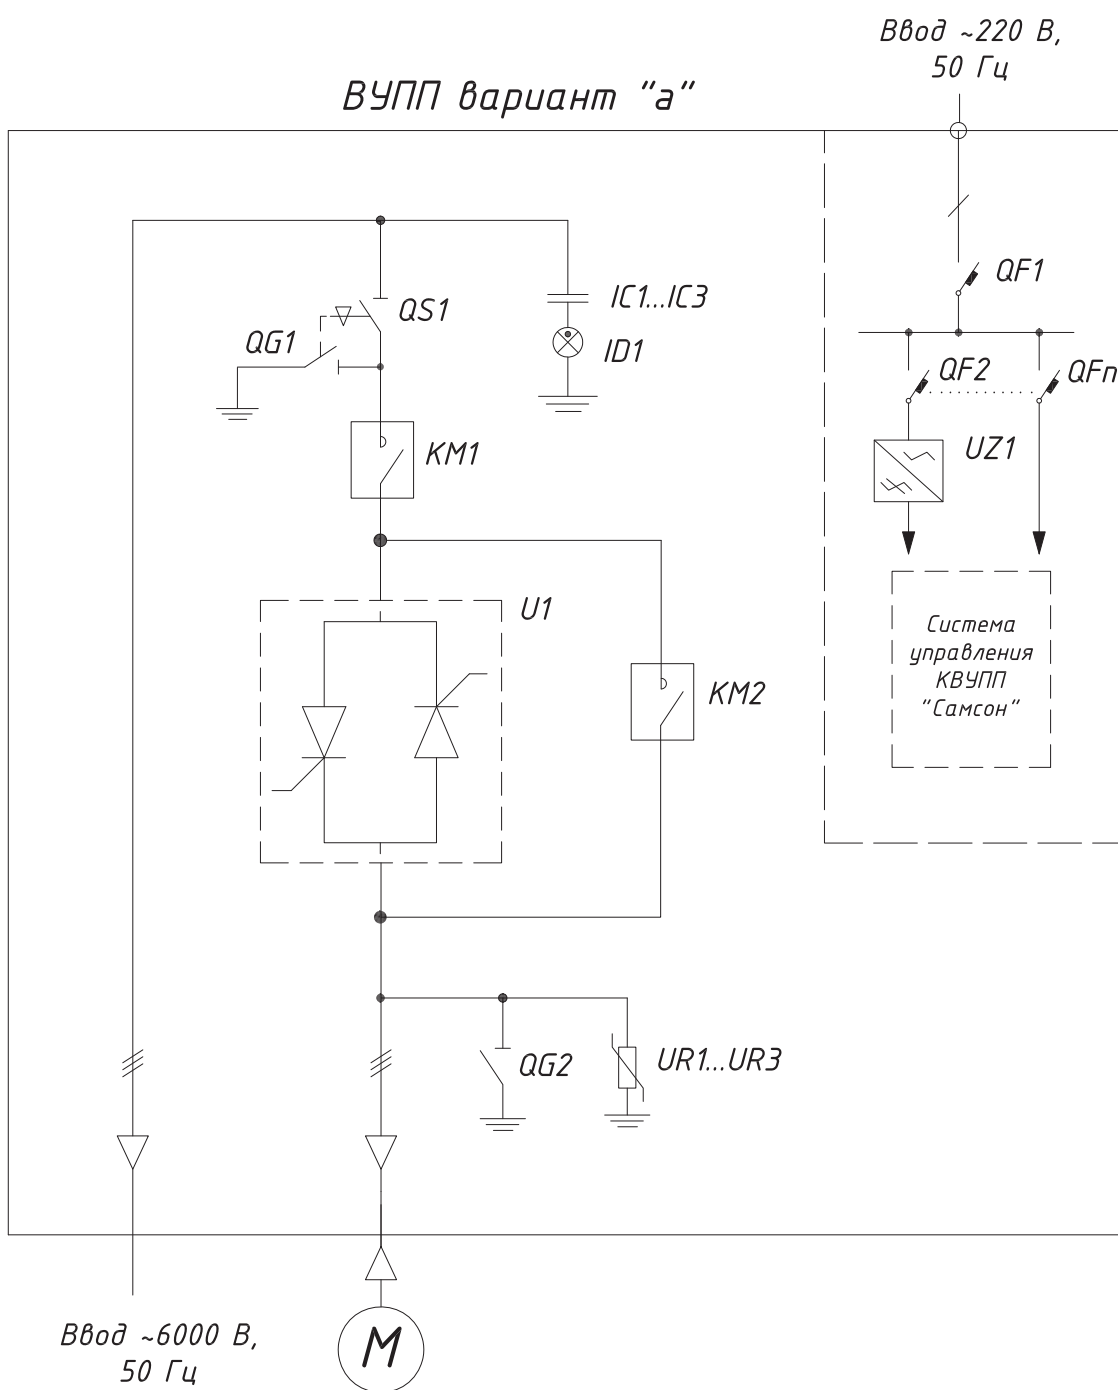

Рис.1 Однолинейная схема КВУПП «Самсон» в исполнении с линейным контактором
- а) с применением линейного контактора (Рис.1);
Плавный пуск электродвигателя осуществляется включением контактора КМ1 для схемы «а» или питающей ячейки для схемы «b» (Рис. 1, 2) с последующим повышением действующего значения напряжения на электродвигателе от нуля до номинального с помощью тиристорного регулятора напряжения U1 в соответствии с введенными настройками УПП. Во время запуска производится постоянный мониторинг тока в каждой фазе с целью поддержания его в заданных пределах. После успешного осуществления разгона запускаемый электродвигатель подключается напрямую контактором КМ2 («байпасным» контактором) и цепь плавного пуска разрывается запирающим тиристором. В случае выхода каких-либо параметров запуска за пределы, заложенные в программе, происходит блокировка устройства, электродвигатель останавливается и выдается сигнал «Ошибка КВУПП». Блокировки от возникновения нештатных ситуаций в цепи запуска электродвигателя заложены в программу контроллера блока управления ТРН, блокировки от неправильных действий оператора предусмотрены в схеме КВУПП. На случай вывода КВУПП «Самсон» в ремонт или для осуществления ППР, существует исполнение КВУПП со шкафом ручного байпаса (ШРБ). Данное решение описано с следующим пунктом.